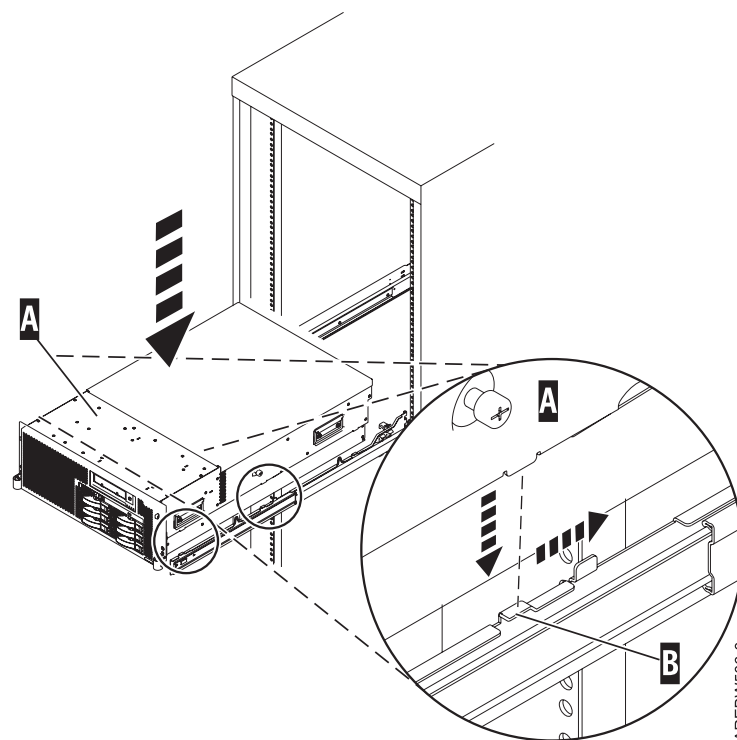

Figure 33. Placez le système sur les guides
8. Agrandissez les guides intérieurs en les tirant vers l'extérieur. Ils doivent être tirés à l'extérieur du cadre comme illustré à la figure 33.
9. En utilisant trois personnes, attrapez les deux poignées situées de chaque côté du tiroir du système et placez le système dans le guide intérieur comme indiqué dans figure 33.